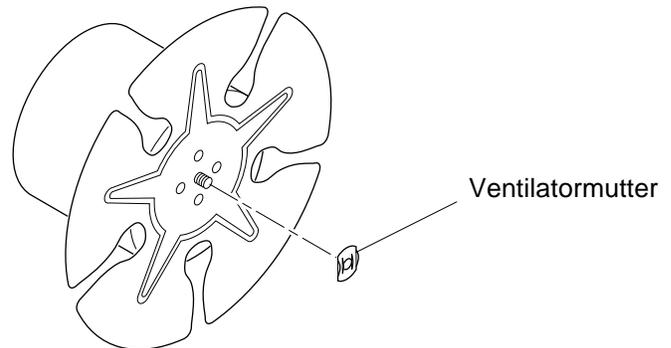

Abb. 11 - Abnehmen der Ventilatormutter von der Motorwelle
3. Mit einer Zange die Ventilatormutter vom vorderen Ende der Motorwelle entfernen (siehe Abb. 11).